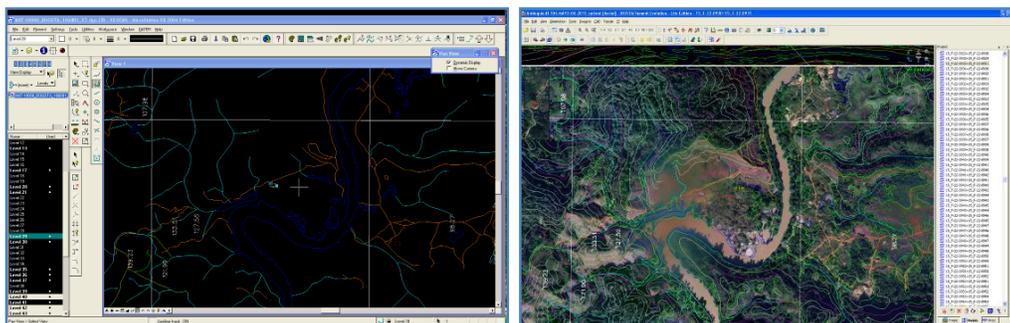

Figura 18. Visor MicroStation    Figura 19. Visor Summit Lite
2. De click sobre un elemento del DGN y oprima F2 para que el visor de **DAT/EM Summit Evolution** se sincronice con el visor de MicroStation. (Ver Figura 18 y 19).